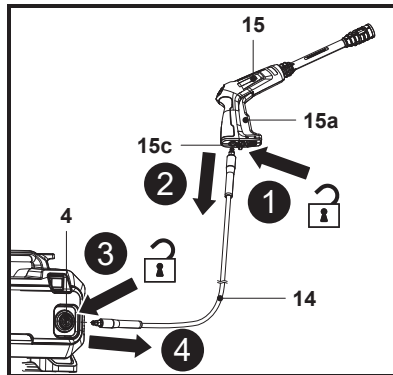

Fig. 5
**AVISO!** NUNCA DÊ NÓS NA MANGUEIRA DE PRESSÃO (14) NEM A DOBRE, POIS TAL PODERIA RESULTAR EM DANOS.
4. Para desconectar a mangueira de pressão (14) da pistola de pulverização (15), empurre a alavanca de libertação rápida (15c) em direção à mangueira de pressão (14), mantendo-a no lugar e, em seguida, puxe para fora a mangueira de pressão (14) (Fig. 5, passos 1, 2).
5. Para desconectar a mangueira de pressão (14) da máquina, empurre a junta exterior do conector (4) da mangueira para dentro, mantendo-o no lugar e, em seguida, puxe para fora a mangueira de pressão (14) (Fig. 5, passos 3, 4).